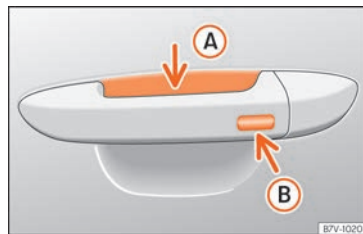

Abb. 142 Türgriff: Sensorflächen.
- Halten Sie einige Sekunden lang einen Finger über die Verriegelungssensorfläche » **Abb. 142 (B)** am Türgriff, damit das Dach geschlossen wird. Wenn Sie die Sensorfläche nicht mehr berühren, wird die Schließfunktion unterbrochen.